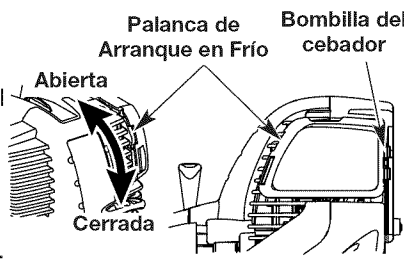

Fig. 7
**SI ESTÁ FRÍO...** Para funcionamiento en tiempo de frío (por debajo de 40°F), gire la palanca de arranque para tiempo frío (Fig. 7) hacia abajo hasta la posición de arranque/ cerrada y continúe al paso 3. **NO** gire esta palanca hacia abajo si la temperatura está por encima de 40°F.
3. Oprima completamente y libere la pera del cebador 10 veces, lentamente. Deberá verse alguna cantidad de combustible en la pera del cebador (Fig. 7). Si no puede ver combustible en la pera, oprima y suelte la pera tantas veces como sea necesario hasta que vea combustible en la misma.